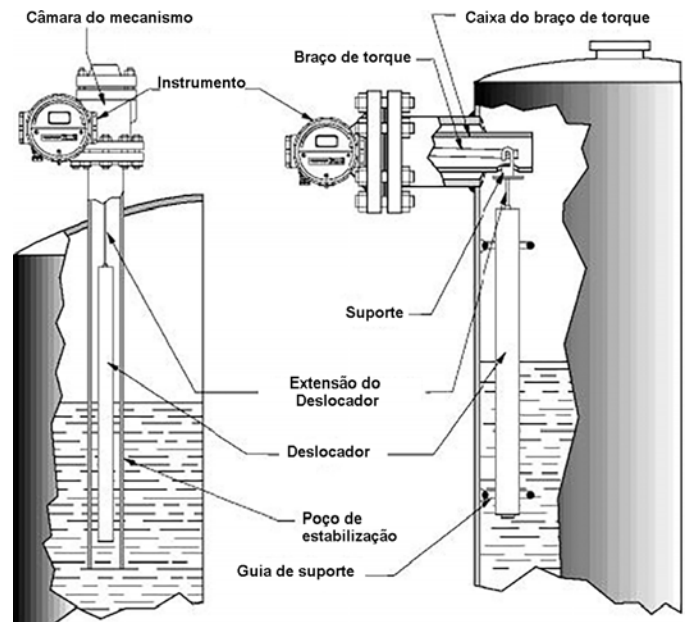

Figura 5
a. Instrumento montado no flange superior tipo 12403 (Figura 5)
4.2.2.2 Poço estabilizador para o tipo 12403 (Figura 5)